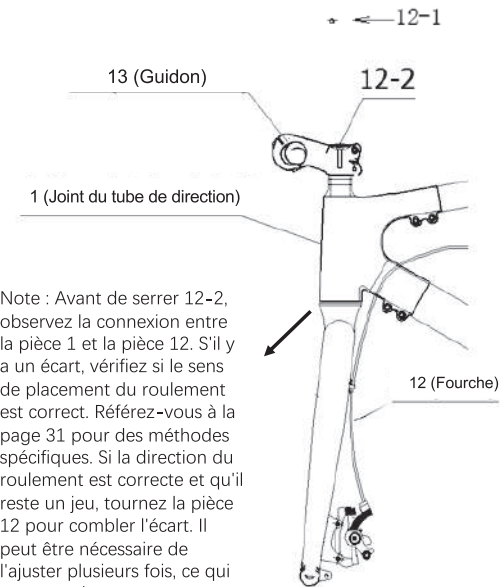

Figure 22-2.
g. Utilisez une clé Allen de 5 mm pour serrer le boulon 12-2, puis replacez la pièce 12-1, comme indiqué sur la Figure 22-2.